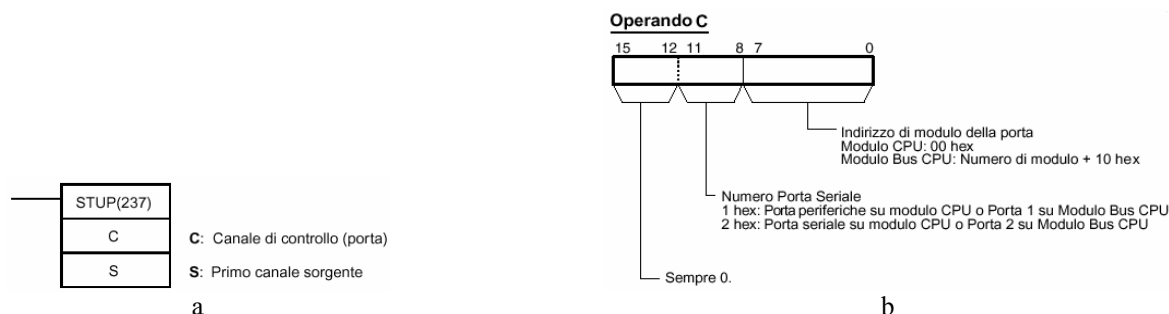

Fig. 7.196 - a) Istruzione per l'impostazione delle porte seriali - b) Caratteristiche dell'operando C dell'istruzione STUP (237).
Per esempio, per impostare il protocollo di comunicazione della porta seriale occorre intervenire nel setup del PLC (tramite CX-Programmer o tramite l'unità di programmazione). In alternativa è possibile cambiare le impostazioni direttamente da programma, utilizzando l'istruzione STUP (237), come mostrato nella fig. 7.196.